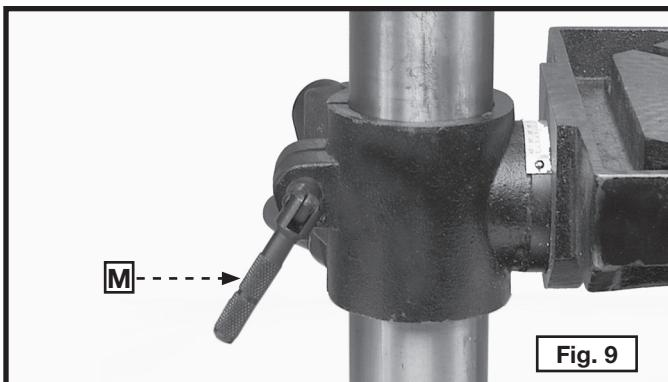

Fig. 9
7. Enrosque la tachuela del mango de la abrazadera (M) Fig. 9 en el agujero en la parte de atrás de la abrazadera del banco.